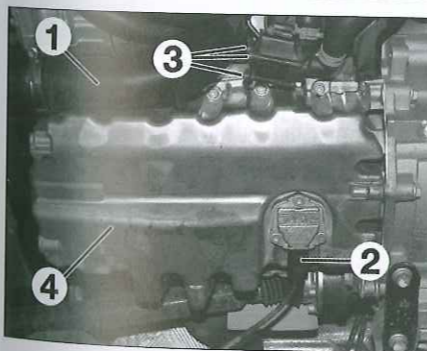

Fig. 15
- Desmontar la protección debajo del motor (Fig.15).
- Desmontar, si es necesario, el conducto de sobrealimentación (1).
- Desconectar el conector de la sonda de nivel y de temperatura de aceite (2).
- Desmontar los tres tornillos (3) y bascular la bomba de líquido de refrigeración adicional sin desconectar los manguitos.
- Desmontar el cárter de aceite (4) aflojando sus tornillos en diagonal.